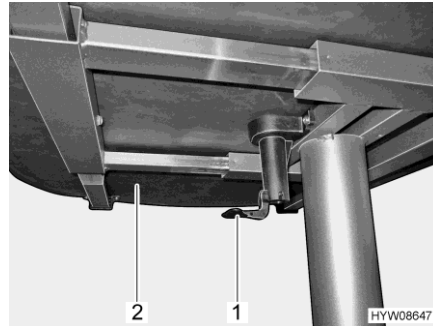

Fig. 56 Levier de déplacement du plateau de table
- Tirer le levier (Fig. 56,1) vers le bas ou l'enfoncer.
- Décaler le plateau de table (Fig. 56,2) dans la position désirée.